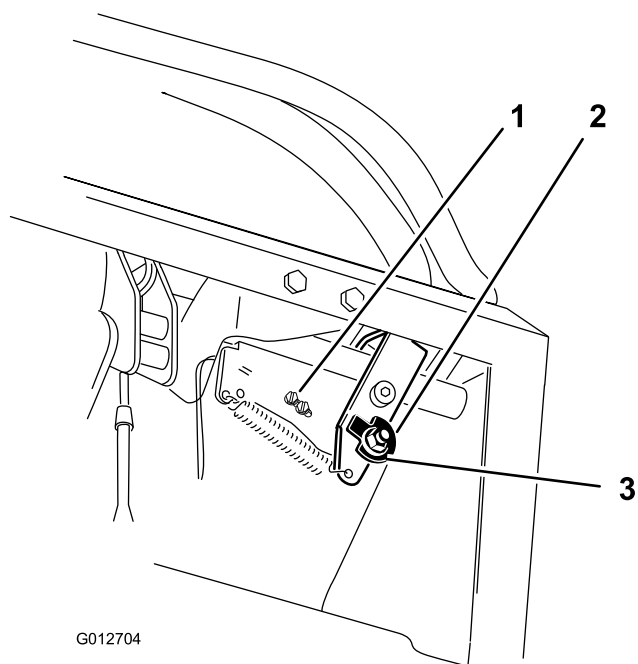

**Figure 69**
3. Abaissez le levier de commande de déplacement droit pour quitter la position de verrouillage au point mort (Figure 69).
4. Vérifiez s'il s'aligne horizontalement avec le levier de commande de déplacement gauche (Figure 69).